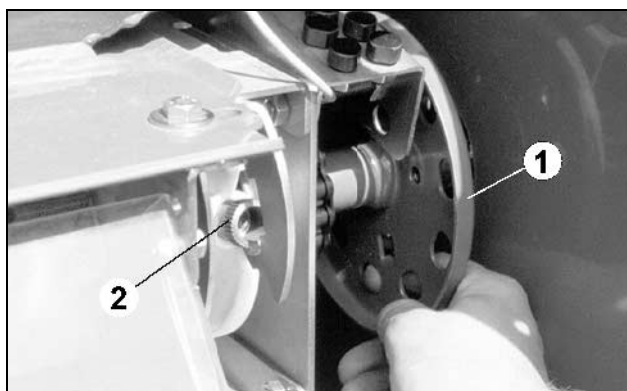

Рис. 61
- Колесико (Рис. 61/1) проверните настолько, пока не будут видны винты с накатанной головкой (Рис. 61/2).